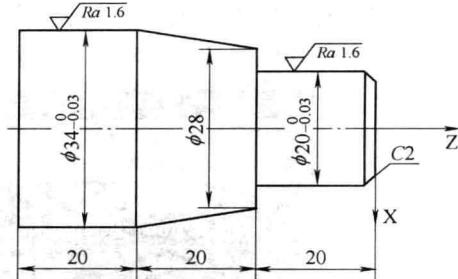

图1-3 带锥台阶
1) 零件图(见图1-3)。图1-3所示零件的毛坯为 $\phi 36\text{mm}$ 棒料,工件材料为尼龙,生产数量为小批量生产。试编制工件的加工程序并加工。
- ①车端面(手动)。
- ②外圆粗车,循环切削。
- ③外圆精车,循环切削。
- ④切断。